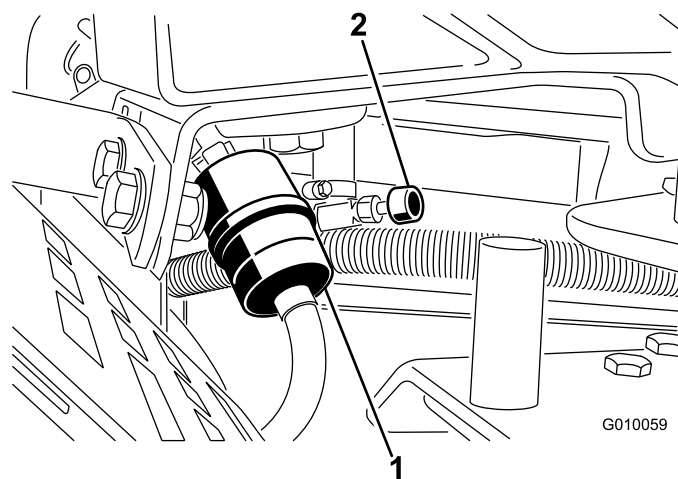

Bild 51
- Schließen Sie den Kraftstoffhahn (Bild 51).
- Drücken Sie die Enden der Schlauchklemmen zusammen und schieben Sie sie vom Filter weg (Bild 51).
- Setzen Sie einen neuen Filter ein und schieben Sie die Schlauchklemmen an den Filter heran (Bild 51).
- Öffnen Sie den Kraftstoffhahn (Bild 51).
2. Schließen Sie den Kraftstoffhahn (Bild 51).
3. Lockern Sie die Schlauchklemme am Kraftstofffilter und schieben Sie sie an der Kraftstoffleitung weg vom Kraftstofffilter (Bild 51).
4. Ziehen Sie die Kraftstoffleitung vom Filter (Bild 51). Öffnen Sie den Kraftstoffhahn und lassen Sie den Kraftstoff in einen Benzinkanister oder ein Auffanggefäß ablaufen.
5. Bringen Sie die Kraftstoffleitung am -filter an. Schieben Sie die Schlauchklemme ganz an den Kraftstofffilter heran, um die Kraftstoffleitung zu befestigen (Bild 51).